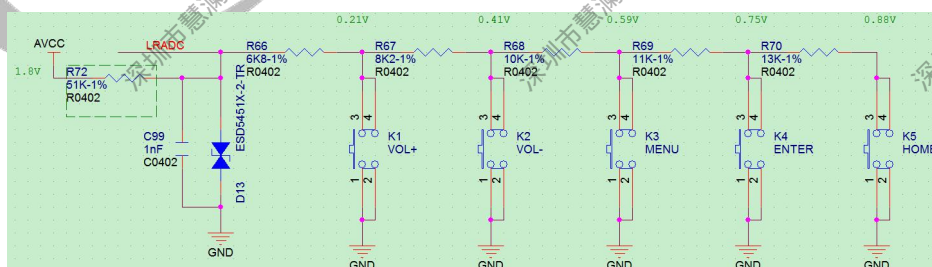

图 2-51 按键电路设计
- UBOOT 按键为硬件触发程序烧录按键，请根据产品需求决定是否预留。如图 2-51。